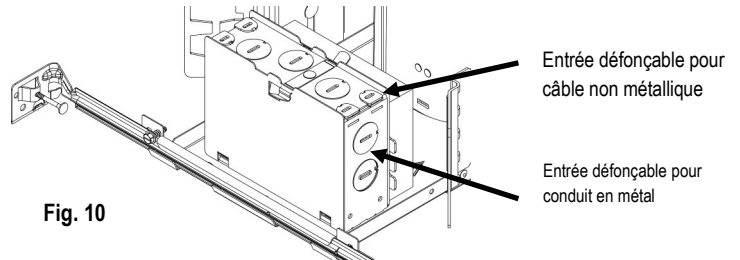

Fig. 10
3. Retirez le couvercle de la boîte de raccordement et faites le branchement électrique comme suit : (Fig. 10).